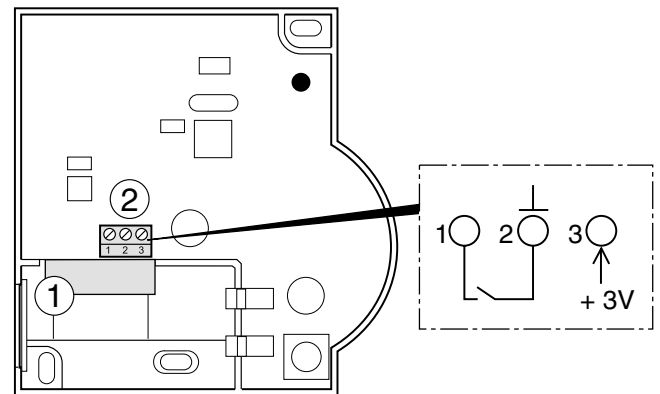

Figure 7: Raccordement de la source de courant externe (uniquement HCW 82)
**i** La longueur de câble maximale admissible entre le bloc d'alimentation et l'appareil est de 100 m. Utilisez si possible un câble de type JE-Y (ST)Y 2x2x0,8 mm ou JE-LIYCY 2x2x0,5 mm2.
- Introduisez le câble de sortie du bloc d'alimentation à travers l'ouverture du boîtier (1) (voir Figure 7) vers l'intérieur.
- Raccordez le câble de sortie à la borne (2) (voir Figure 7).
- ▶ Raccordez une sonde de détection avec contact libre de potentiel au HCW 82 (installation au raccordement 1 et au raccordement 2, voir Figure 7 (2), Page 13).